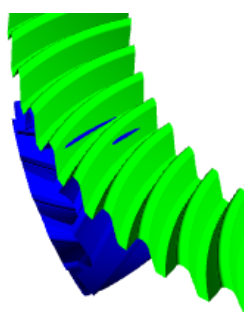

图 39. 带修形拉伸面的接触线
- 再次检查接触线。继续做第 5 到 7 步。在有载荷下旋转，接触线不再碰到边缘了。这意味着鼓形和接触斑点从理论技术上来说是正确的（看图 39）；